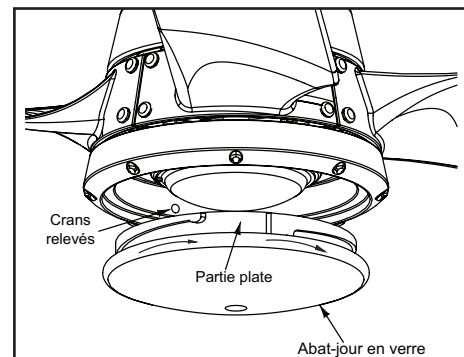

Figure 17
5. Placez l'abat-jour en verre sur le bac de luminaire en alignant les trois parties plates en haut de l'abat-jour en verre avec les trois crans relevés du bac de luminaire. Tournez l'abat-jour en verre dans le sens horaire jusqu'à ce qu'il s'arrête. (Figure 17)